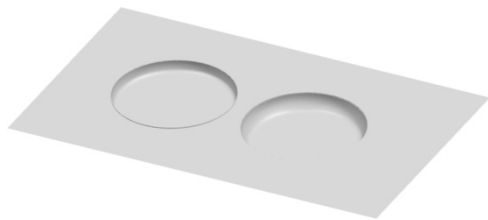

图 12-14 修剪片体特征
(34) 选取“菜单 | 插入 | 修剪 | 修剪片体”命令，以刚才创建的拉伸曲面为目标片体，抽取曲面为边界对象，单击“应用”按钮，创建修剪片体特征，如图 12-14 所示。